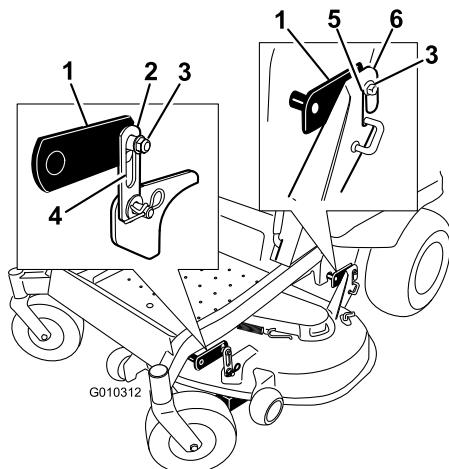

Figura 63
4. Afloje las tuercas de ajuste del sistema de nivelación (pieza 3) en las cuatro esquinas de modo que la plataforma quede bien asentada en los cuatro bloques. Asegúrese de que las barras de soporte de la plataforma están bajadas del todo (en la parte superior de la ranura) y que el pedal de elevación de la plataforma está hacia atrás, contra el tope, y apriete las cuatro tuercas de ajuste del sistema de nivelación (Figura 63).